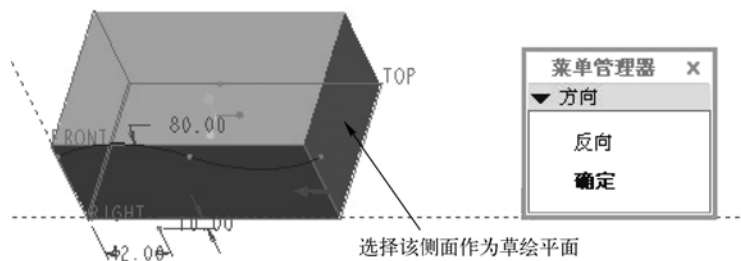

图 6-58 指定草绘平面
- 7 按〈Ctrl+D〉组合键以默认的标准方向来显示模型。选择如图 6-58 所示的一个侧面作为草绘平面，接着在菜单管理器出现的“方向”菜单中选择“确定”命令，并接着在菜单管理器出现的“草绘视图”菜单中选择“顶”选项，在图形窗口中选择“TOP（基准平